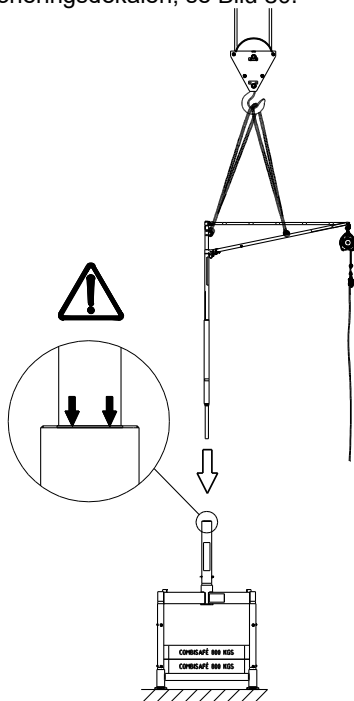

Bild 30. Placering av SkyReach i Topphylsa 4.7. Var uppmärksam på kranens rörelser för att undvika skador.
11. Använd kran för att lyfta den hopmonterade SkyReach Färankringsenhet och placera krankroken i slingan. Sänk ned enheten i Topphylsa 4.7/ SkyReach Förlängningsadapter 5.9, se Bild 30. Använd Teleskophaken för att guida SkyReach Färankringsenhet på plats om det behövs. Säkerställ att SkyReach Färankringsenhet är korrekt isatt, kontrollera läget för Positioneringsdekalen, se Bild 30.